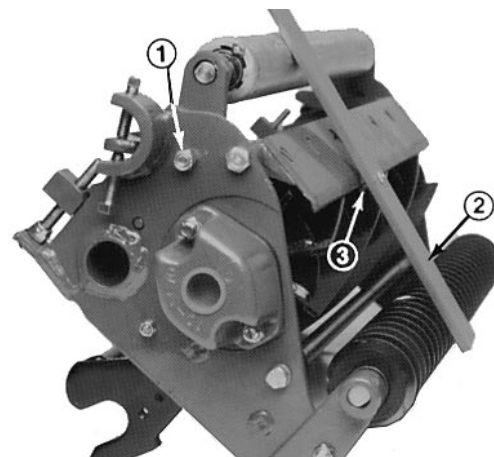

Fig. 7
3. Allentare i controdadi che fissano le staffe dell'altezza di taglio ai lati dell'apparato falciante (Fig. 7).
5. Mettere la barra attraverso i rulli anteriore e posteriore e regolare il bullone senza dado fin quando la parte sottostante la testa della vite s'innesta con il tagliente della controlama (Fig. 7).